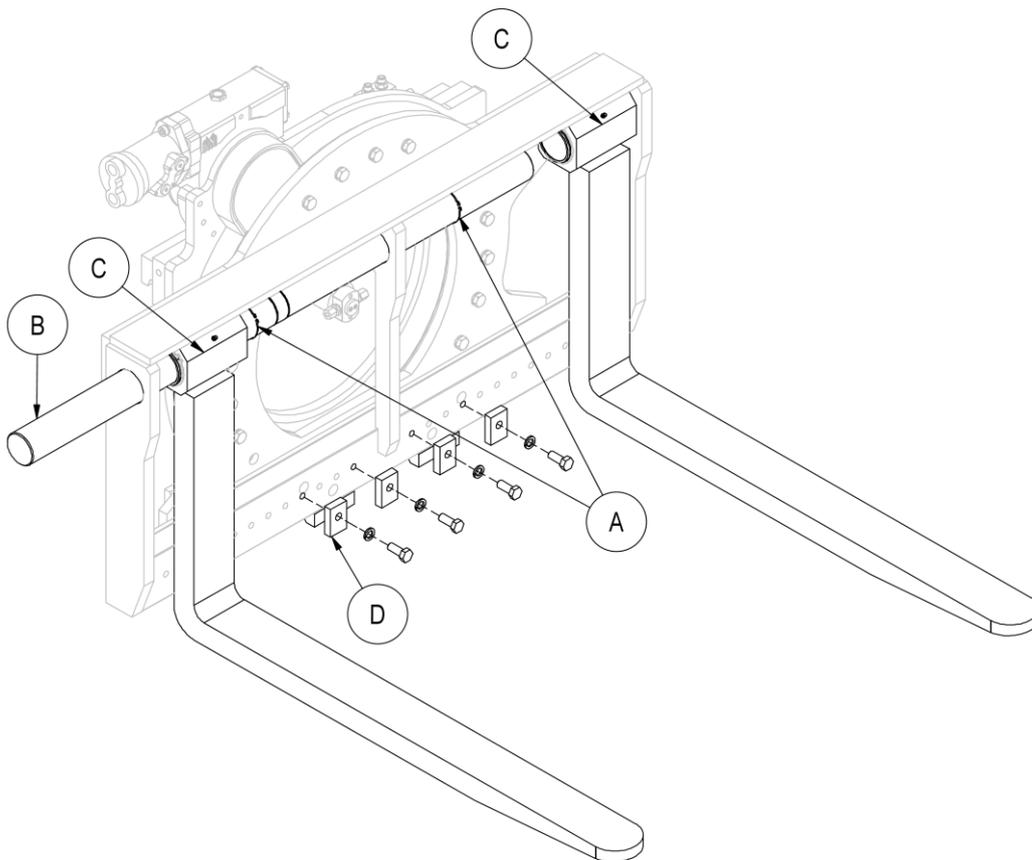

Figure 30
6. Se référer à la *Figure 30*.